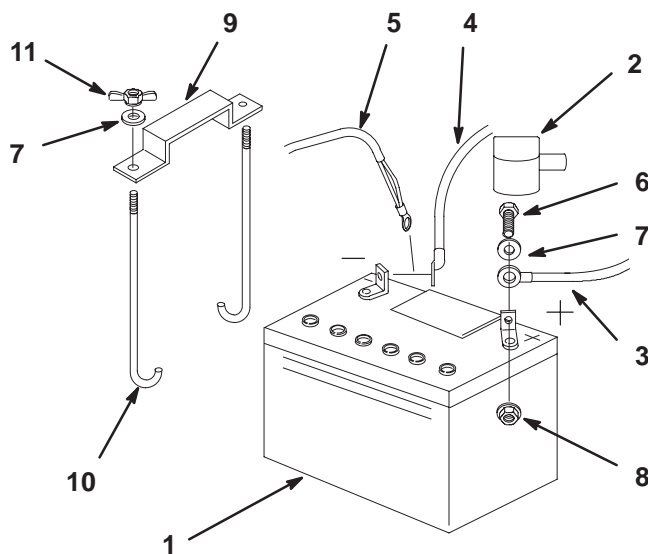

Figure 57
1. Placez la batterie dans son support en tournant les bornes vers le moteur (Fig. 57).
4. Fixez les câbles à l'aide de 2 boulons (1/4 x 3/4"), 2 rondelles (1/4") et 2 contre-écrous (1/4") (Fig. 57).
6. Fixez la batterie en position avec des boulons en J, une barrette de maintien et 2 rondelles (1/4"), ainsi que 2 écrous papillons (1/4") (Fig. 57).
3. Débranchez d'abord le câble négatif et le câble de masse de la borne négative (-) de la batterie (Fig. 57).
4. Ôtez le capuchon rouge de la borne positive (rouge) de la batterie. Retirez ensuite le câble positif (rouge) de la batterie (Fig. 57).
5. Retirez les deux écrous papillons (1/4") de fixation de la barrette de maintien de la batterie (Fig. 57).